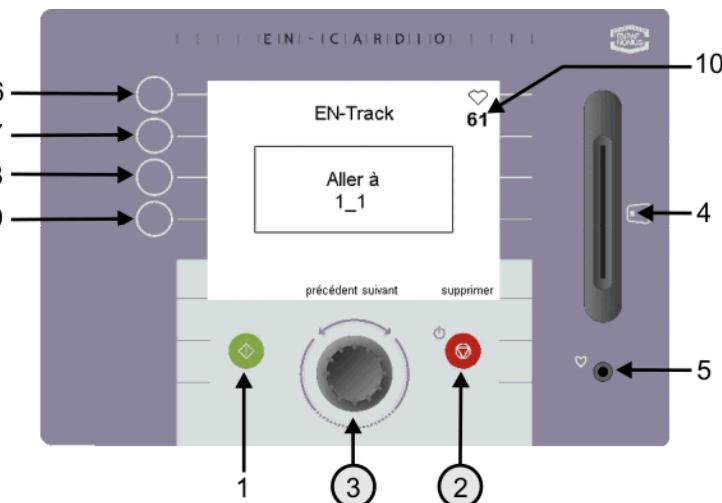
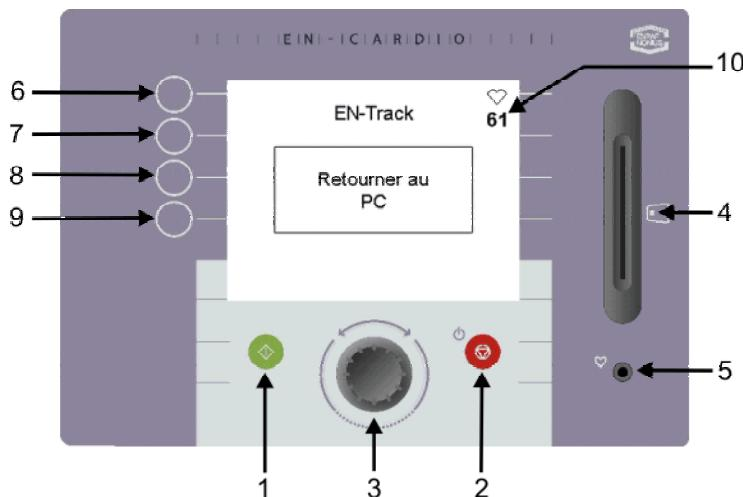

Fig. 18 Exercices prévus
Fig. 19 Retourner au PC
3. A la fin de chaque exercice l'écran vous indiquera le prochain exercice prévu (Fig. 18).
4. Si vous désirez effectuer un autre exercice, vous pouvez tourner le bouton rotatif (3) pour voir les autres exercices qui ont été prévus. Cependant, ceci est seulement possible, si la séquence d'exercice est réglable 'librement' dans le logiciel EN-Track. En pressant le bouton Arrêt (2) un exercice que vous ne désirez pas effectuer sera supprimé.
5. Quand tous les exercices ont été réalisés, EN-Track vous suggère de retourner au PC (Fig. 19).